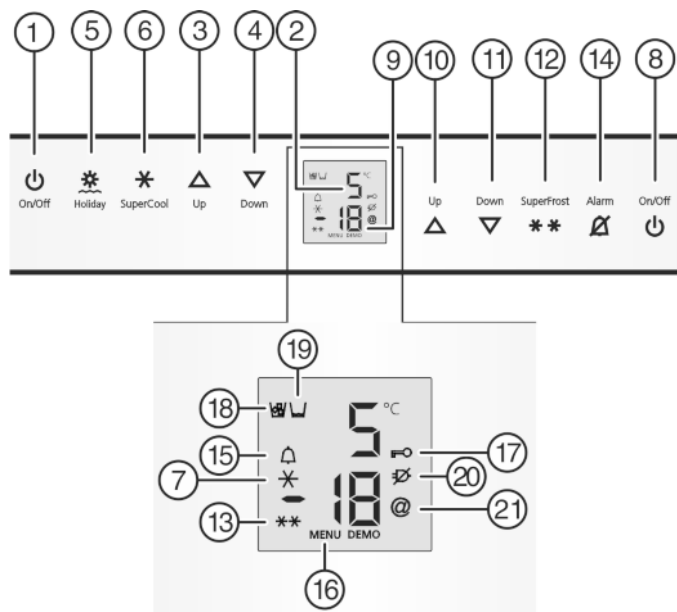

Fig. 2
- Taste On/Off Gefrierenteil Fig. 2 (8) drücken.
- Taste On/Off Kühlteil Fig. 2 (1) drücken.
- ▷ Kühl- und BioFresh-Teil sind eingeschaltet: Temperaturanzeige Kühlteil Fig. 2 (2) leuchtet. Beim Öffnen der Kühlteiltür geht die Innenbeleuchtung an.
- Das Symbol SmartDevice-Box Fig. 2 (21) wird angezeigt und blinkt -> Die SDB ist nicht verbunden.
- Das Symbol SmartDevice-Box Fig. 2 (21) wird angezeigt und blinkt nicht -> Die SDB ist verbunden.
- Das Symbol SmartDevice-Box Fig. 2 (21) wird nicht angezeigt -> Die SDB ist nicht aktiv, wurde nicht korrekt eingesteckt oder der SDB-Konnektor wurde nicht korrekt installiert.
- Einstellmodus aktivieren: Taste SuperFrost Fig. 2 (12) ca. 5 s drücken.
- ▷ Das Symbol Menu *Fig. 2 (16)* leuchtet.
- ▶ Mit Einstelltaste Up Gefrierteil *Fig. 2 (10)* und Einstelltaste Down Gefrierteil *Fig. 2 (11)* **2** wählen.
- ▶ Die Taste SuperFrost *Fig. 2 (12)* kurz drücken, um zu bestätigen.
- ▶ Mit Einstelltaste Up Gefrierteil *Fig. 2 (10)* und Einstelltaste Down Gefrierteil *Fig. 2 (11)* **20** wählen.
- ▶ Mit Einstelltaste Up Gefrierteil *Fig. 2 (10)* und Einstelltaste Down Gefrierteil *Fig. 2 (11)* **21** wählen.
- ▶ Mit Einstelltaste Up Gefrierteil *Fig. 2 (10)* und Einstelltaste Down Gefrierteil *Fig. 2 (11)* **2d** wählen.
- ▶ Mit Einstelltaste Up Gefrierteil *Fig. 2 (10)* und Einstelltaste Down Gefrierteil *Fig. 2 (11)* **2H** wählen.
- ▶ Mit Einstelltaste Up Gefrierteil *Fig. 2 (10)* und Einstelltaste Down Gefrierteil *Fig. 2 (11)* **2L** wählen.